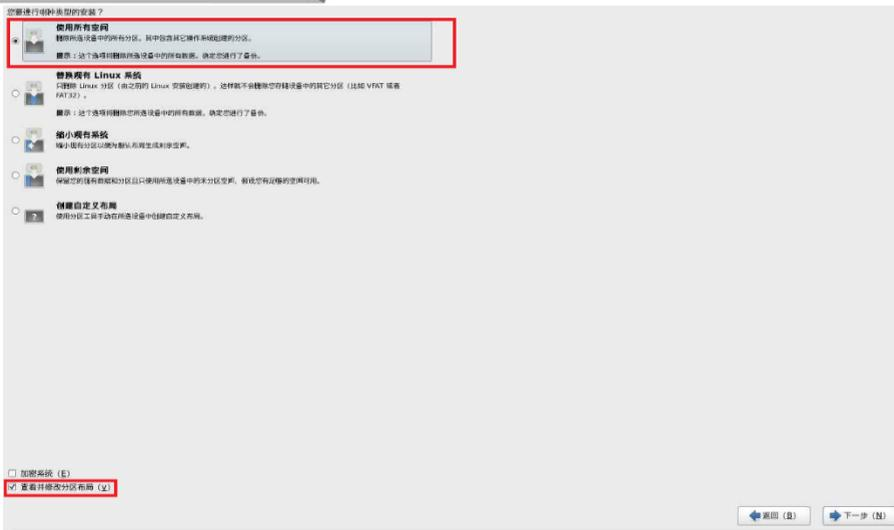

图 6-30
k. 完成根密码设置后，进行安装空间设置，如图 6-30 所示。初次安装选择使用所有空间，并勾选查看并修改分区布局。